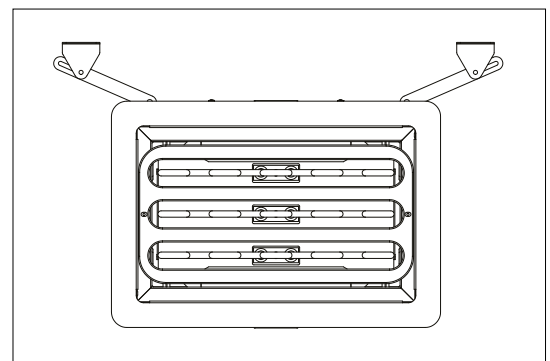

Abbildung 6.9-1. Montage von Halterungen
- Der Saunaofen wird mit zwei Haltestangen an der Wand oder den Bänken befestigt, wie in Abbildung 6.9-1 dargestellt.